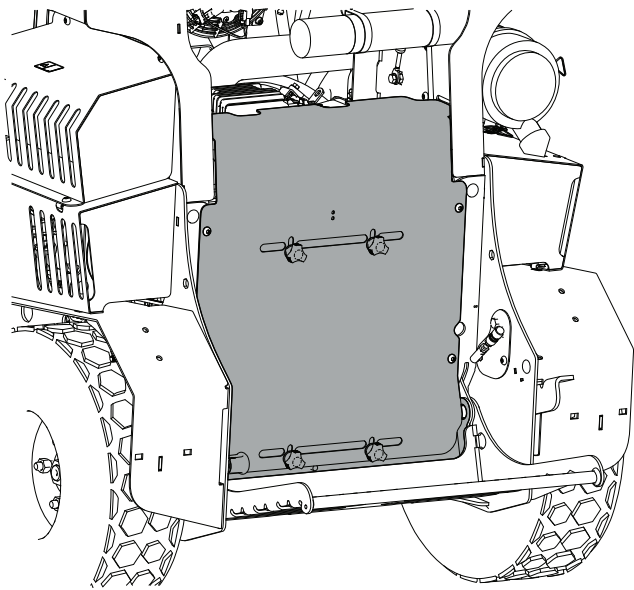

Bild 45
4. Entfernen Sie die vier Schrauben, mit denen die Abdeckplatte an der Maschine befestigt ist, und nehmen Sie die Platte ab (Bild 45).